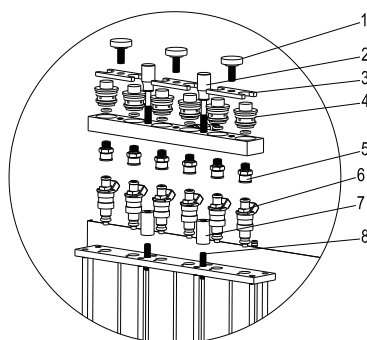

Fig. 05 Pour injecteur en carburant d'alimentation par le haut
- Sélectionnez le bloc d'arrêt du distributeur de carburant (4) dans la boîte de connexion et installez un joint torique approprié dessus. N'oubliez pas d'appliquer un peu de graisse sur le joint torique. Installez le bloc d'arrêt du distributeur de carburant (4) sur le distributeur de carburant supérieur.
- Installez la plaque en croissant (3) et serrez-la avec les boulons de la plaque (1).
- Sélectionnez l'adaptateur approprié (5) en fonction du type d'injecteur et installez-le sur le connecteur correspondant sous le distributeur de carburant supérieur.
- Utilisez des vis réglables et des écrous moletés appropriés pour installer le distributeur de carburant supérieur et l'injecteur sur le support du distributeur de carburant, et serrez les deux vis filetées internes (noires). Voir la figure 05.